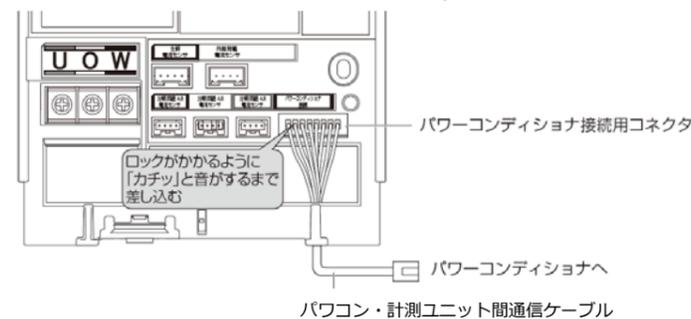

図3. パワコン・計測ユニット間通信ケーブルの接続
- 計測ユニットのパワーコンディショナ接続用コネクタにパワコン・計測ユニット間通信ケーブルをつなぐ。（図3）
- (7) 計測ユニットのフロントカバーを取り付ける。(3項 図3)